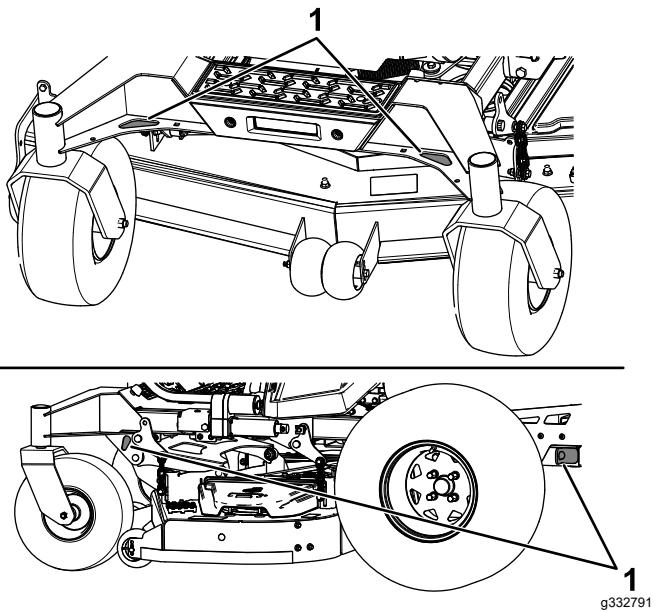

Figure 41
6. Arrimez la machine près des roues pivotantes avant et du cadre arrière à l'aide de sangles, chaînes, câbles ou cordes (Figure 41). Reportez-vous à la réglementation locale concernant les exigences en matière d'arrimage.